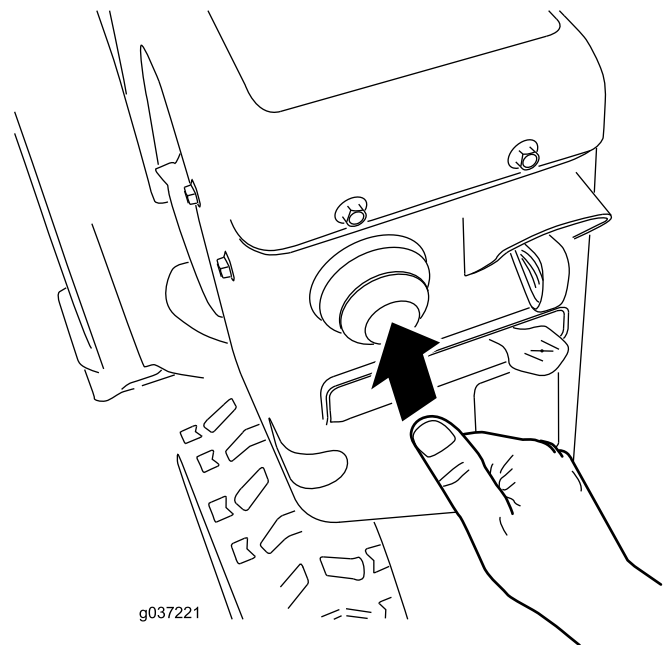

Figura 21
4. Spingete con forza l'iniettore con il pollice, come indicato nella tabella seguente, tenendolo premuto per un secondo prima di rilasciarlo ogni volta (Figura 21).